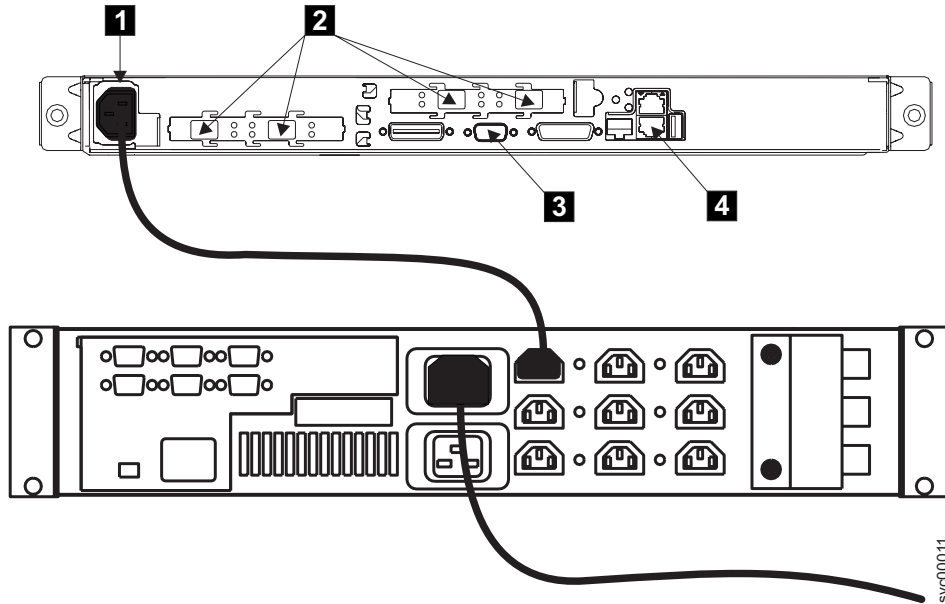

図3. SAN ボリューム・コントローラー 2145-4F2 および 2145 UPS の電源ケーブルとシグナル・ソケット
2. 電源ケーブルが 2145 UPS に接続されていることを確認します。また、電源ケーブルのもう一方の端が 2145 UPS からラック内の配分点に接続されていることを確認します。図 3 は、SAN ボリューム・コントローラー 2145-4F2 および 2145 UPS のコネクタを示しています。電源ケーブル・コネクタは、図の **1** です。